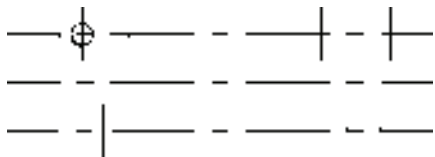

图 4-22 绘制圆
(4) 绘制圆 将“粗实线”图层设定为当前图层。单击“绘图”工具栏中的“圆”按钮, 以最上水平中心线与左边第 2 根垂直中心线交点为圆心, 绘制半径为“2”的圆, 结果如图 4-22 所示。
(5) 复制圆 单击“修改”工具栏中的“复制”按钮, 命令行提示与操作如下。